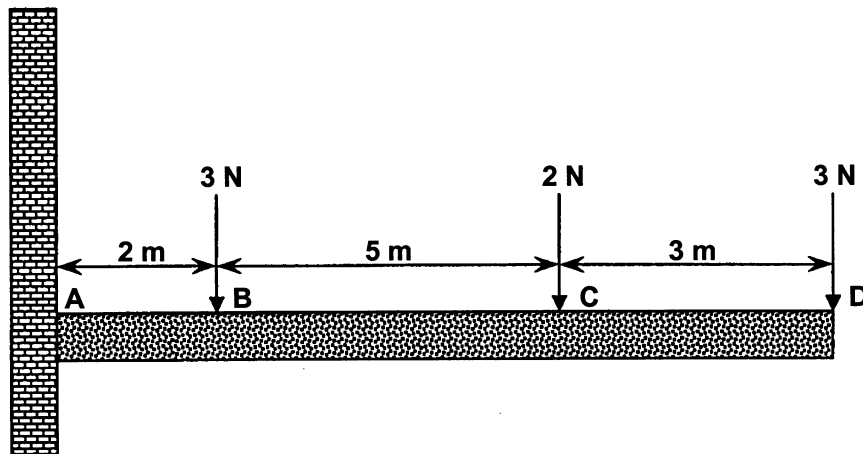

Figuur 2
2.2 Die eenvoudig ondersteunde balk in **Figuur 2** dra 'n verspreide las van 2 N/m oor die 4-metergedeelte van die balk. Die totale lengte van die balk is 7 meter.